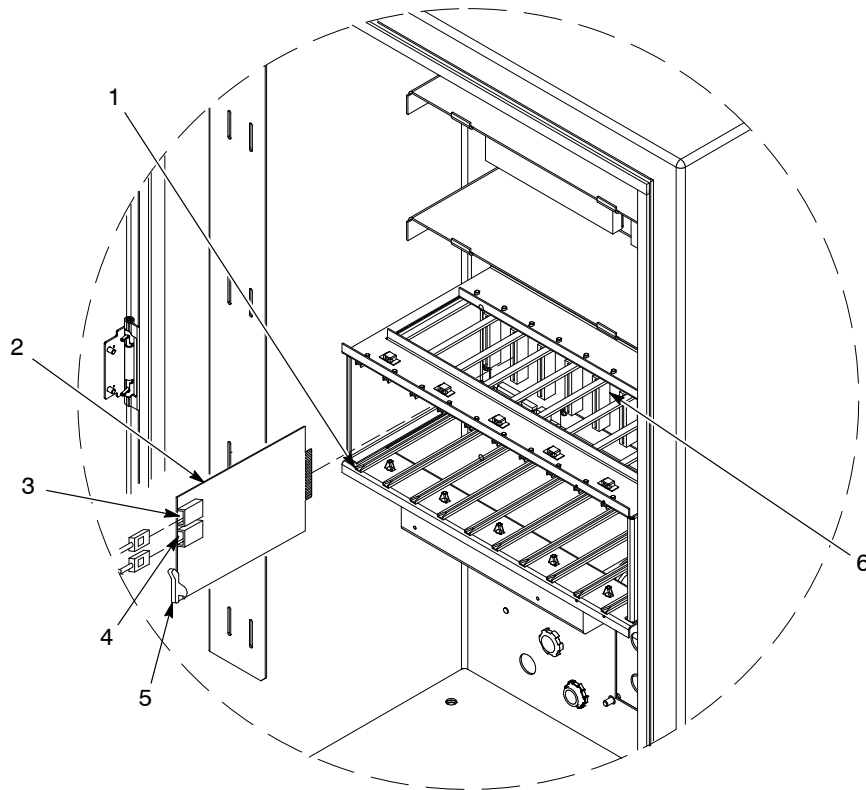

Figura 5-3 Sostituzione scheda controllo pistola
Vedi figura 5-3. Le schede controllo pistola (2) sono inserite nel contenitore schede da sinistra a destra. Ciascuna scheda controlla due pistole: la presa inferiore sulla scheda è il numero dispari pistola, la presa superiore è il numero pari pistola.